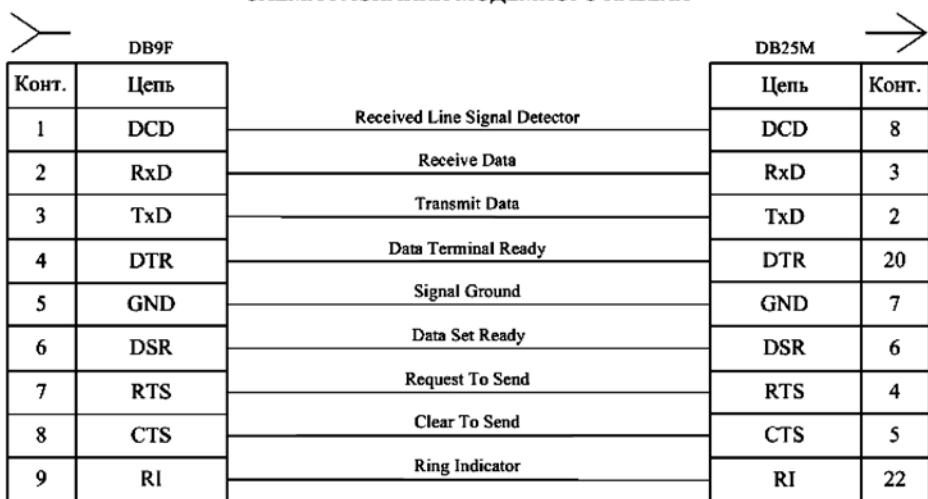
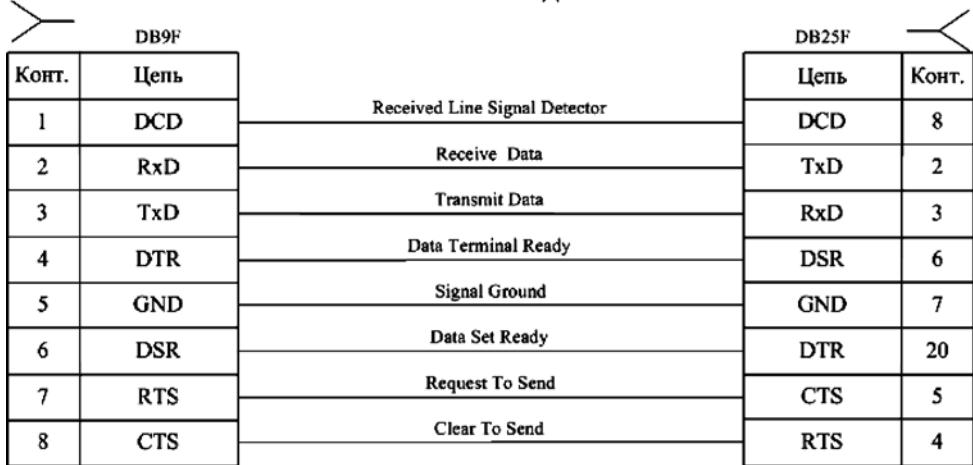

Рис.6
Рис.7
- Измерительная, архивная, диагностическая и справочная информация может быть выведена на компьютер, modem без каких-либо дополнительных или промежуточных устройств, а также адаптер (Архив 90) с использованием переходника, поставляемого поциальному заказу. Информация передается посредством коммуникационной связи через последовательный интерфейс RS-232 (RS-232-C) или RS-485 (в том числе с помощью модема по выделенным или коммутируемым телефонным линиям связи, а также в режиме сетевого адресного обмена). Скорость передачи информации — 9600 бод. Рекомендуемый тип модема Acorp 56 k. При использовании указанного модема он должен быть запрограммирован по методике п. 2.3.6. Соединение с модемом производится с помощью “модемного” кабеля типа DB9F-DB25M (рис. 6), соединение с компьютером с помощью “нуль-модемного” кабеля типа DB9F — DB25F или DB9F — DB9F (рис. 7).